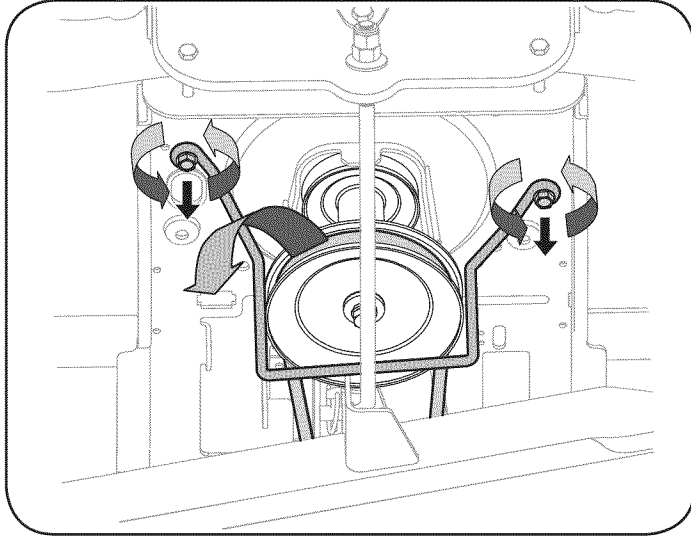

Figura 10
3. Ubique el embrague de PTO debajo de la parte delantera del tractor. Vea la Figura 10.
4. Saque el protector de la correa y la correa de la polea de la PTO de la siguiente manera. Consulte la Figura 10:
- Vuelva a colocar el protector de la correa de la polea de la PTO. Vea la Figura 10.